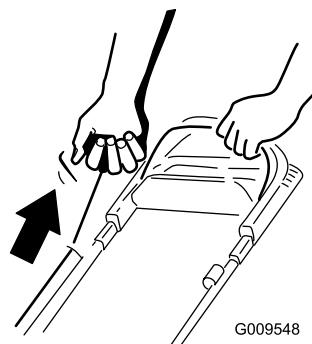

Figure 13
2. Tirez sur la poignée du lanceur (Figure 13).
Remarque: Tirez la poignée du lanceur lentement jusqu'à ce que vous sentiez une résistance, puis tirez vigoureusement (Figure 13). Laissez le lanceur se rétracter lentement jusqu'à la poignée.